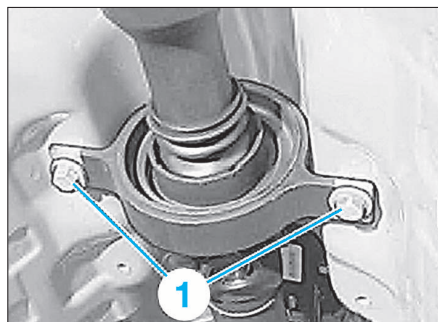

FIG. 6
- Soutenir l'arbre de transmission et déposer les vis (1) (Fig.6).